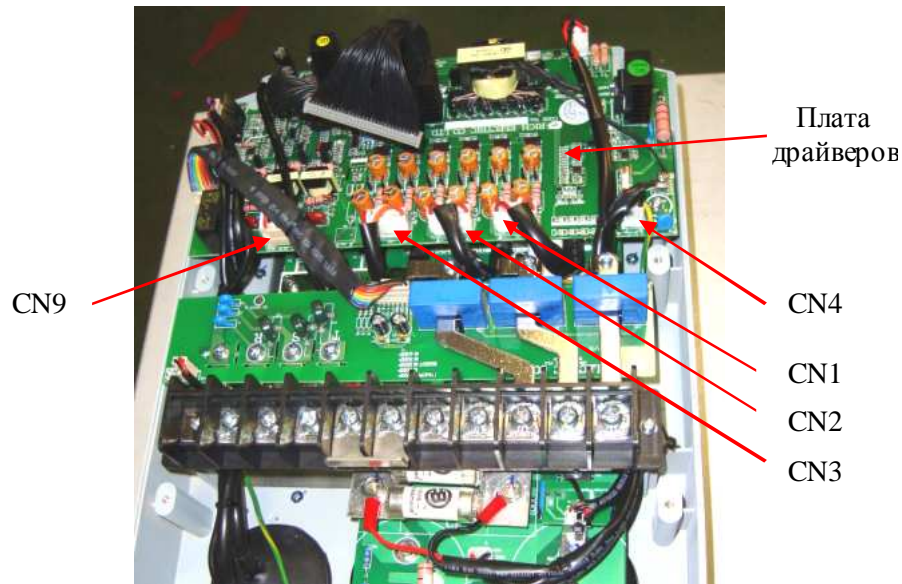

Рис.4.4
- 4.7.1. Расположение разъемов управления диодно-тиристорными полумостами (CN9) и модулями IGBT (CN1...CN3) приведено на рис. 4.4.
4.9.1. При диагностике платы драйверов проводится проверка только каналов управления модулей IGBT (пп. 4.9.6...4.9.10). Расположение разъемов управления модулями IGBT (CN1...CN3) приведено на рис. 4.4.
4.9.7. Подключить к разъёму CN4 платы драйверов (рис. 4.4) источник питания 540 В (п. 3.4.10), установить опорную частоту 3 Гц, подать команду «Пуск» на пульт управления. Включить питание осциллографа, установить вертикальную развёртку 5 В/дел, горизонтальную 50 мкс/дел.